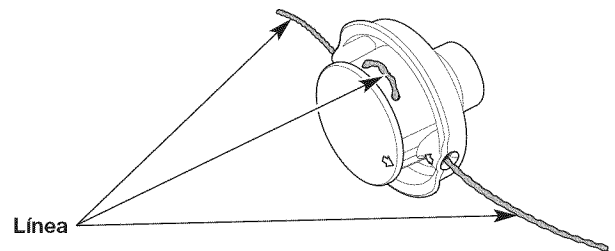

Fig. 9
4. Hale los extremos de la línea hasta que la misma esté apretada contra el cabezal de corte. Asegúrese de que los extremos de la línea sean de igual longitud (Fig. 9).